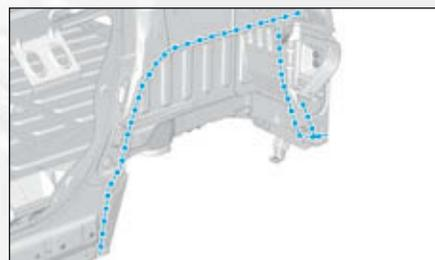

FIG.200
- Préparer les zones d'accostage sur la caisse et les protéger par un apprêt soudable indice "C7" (Fig.200).